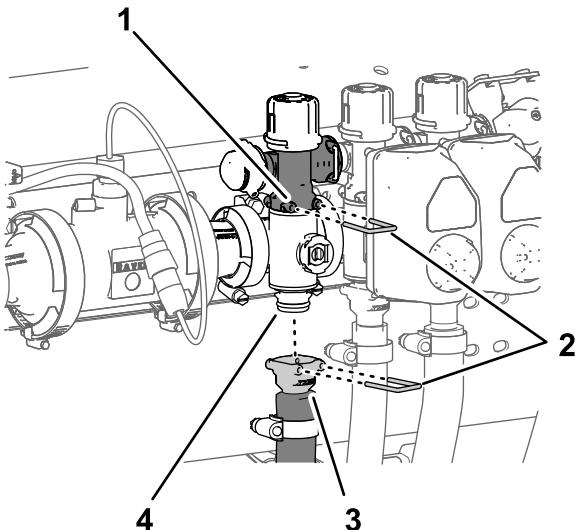

Bild 118
3. Befestigen Sie das Schnellkupplungsanschlussstück des Abschnittventilverteilers mit einem Schnellkupplungsstift am Schnellkupplungsunterteil des Abschnittssicherheitsventils (Bild 117 und Bild 118).
8. Befestigen Sie die Schnellkupplung des Abschnittschlauchs mit dem Schnellkupplungsanschlussstück des Abschnittventilverteilers (Bild 118).